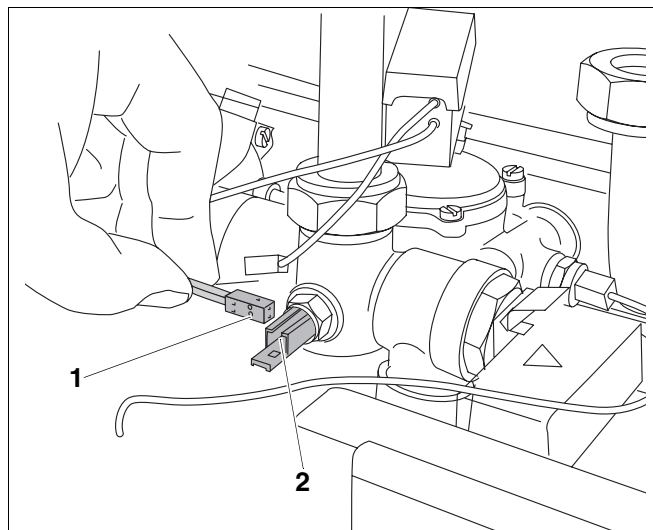

Рис. 20 Проверка датчика отопления
- Разъединить штекерный разъем (рис. 20, поз. 1) кабеля с датчиком отопления (рис. 20, поз. 2).